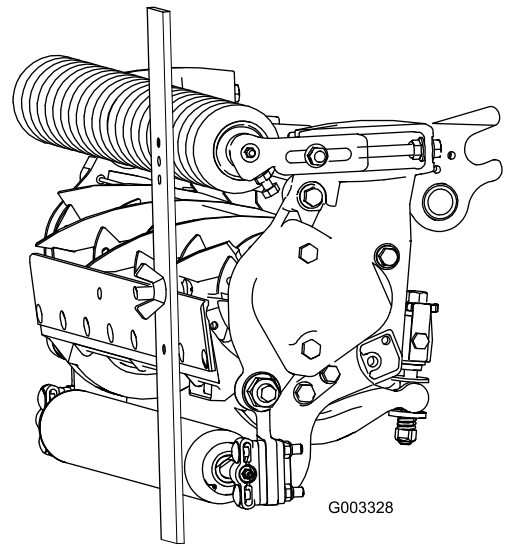

Figure 19
- 3. Accrochez la tête de la vis sur le bord tranchant de la contre-lame et appuyez l'arrière du gabarit contre le rouleau arrière (Figure 19).
- 4. Tournez la vis de réglage jusqu'à ce que le rouleau avant touche le gabarit (Figure 19). Réglez les deux extrémités du rouleau jusqu'à ce que celui-ci soit parfaitement parallèle à la contre-lame.